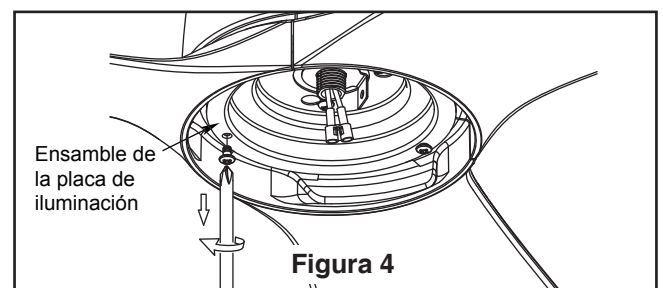

Figura 4
4. Extraiga uno de los tres tornillos de ensamble de la placa de iluminación. Guárdelos para después y afloje levemente los otros dos tornillos. (Figura 4)